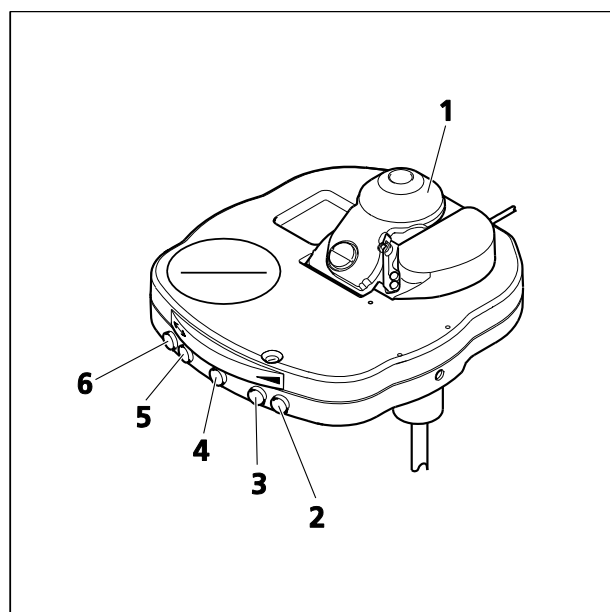

Fig. 83 Condenseur universel achromatique-aplanétique, mot.
- Réglage du diaphragme d'ouverture à l'aide des boutons (Fig. 83/2 - ouvert) et (Fig. 83/3 - fermé)
- Rotation vers l'intérieur / l'extérieur de la lentille frontale (Fig. 83/1) à l'aide du bouton (Fig. 83/4)
- Rotation de la tourelle porte-condenseur dans le sens des aiguilles d'une montre à l'aide du bouton (Fig. 83/5), dans le sens contraire des aiguilles d'une montre à l'aide du bouton (Fig. 83/6)